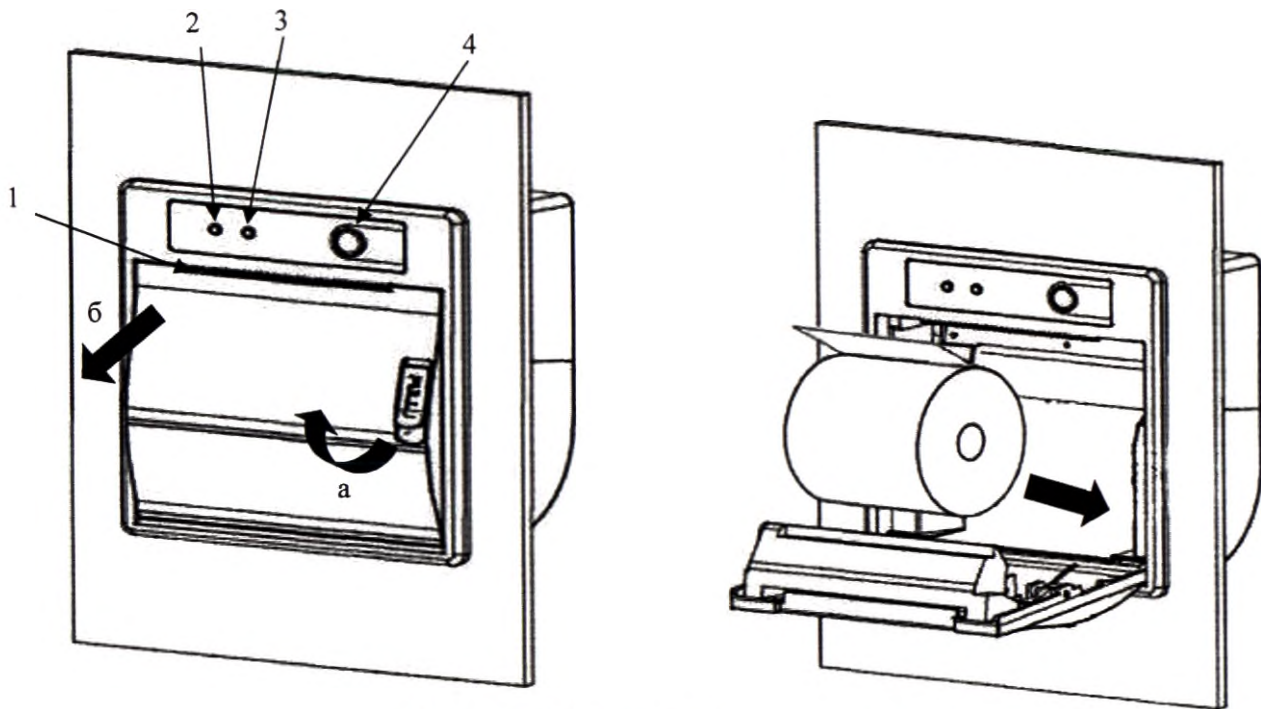

Рисунок 36 Установка бумаги в принтер
18.3.1 Для замены бумаги, потянуть вверх рычаг открытия/закрытия отсека хранения бумажного рулона (Рис.36 поз.а).
18.3.2 Потянуть на себя крышку отсека хранения бумажного рулона (Рис.36 поз.б).
18.3.3 Вставить новый рулон бумаги, таким образом, чтобы свободный край оказался сверху рулона (Рис. 36).
18.3.5 Закрывать крышку отсека хранения бумажного рулона до щелчка, таким образом, чтобы свободный конец бумаги оказался на автоматическом резаке бумаги (Рис.36 поз.1).
18.3.6 Если крышка закрыта не плотно, то загорится индикатор ошибки «STATUS» (Рис.36 поз.3), в случае если загорелся индикатор «POWER» (Рис.37 поз 3), то все манипуляции произведены правильно – принтер готов к работе.
18.3.7 Кнопка автоматической протяжки бумаги (Рис.36 поз 4), служит для дополнительной протяжки бумаги в случае необходимости.